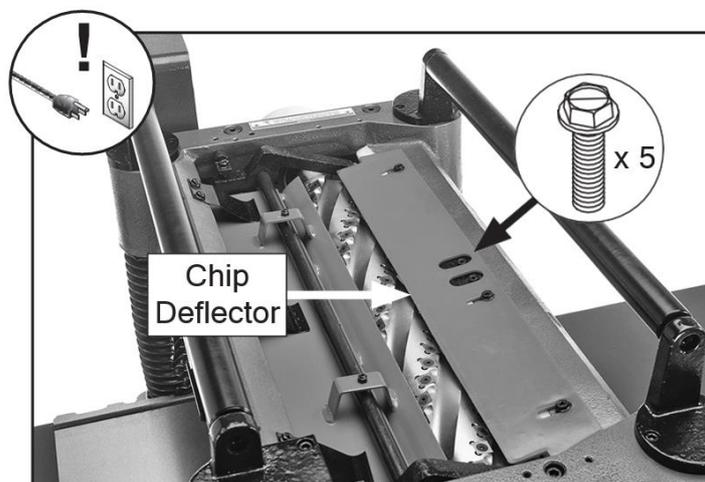

Рисунок 46. Пример устройства для отвода стружки и крепежных деталей.
4. Если расстояние, измеренное на шаге 3, не соответствует правильной установке зазора для отвода стружки, ослабьте фланцевые болты (см. рис. 46), которыми крепится дефлектор для отвода стружки, и отрегулируйте зазор до правильной установки.